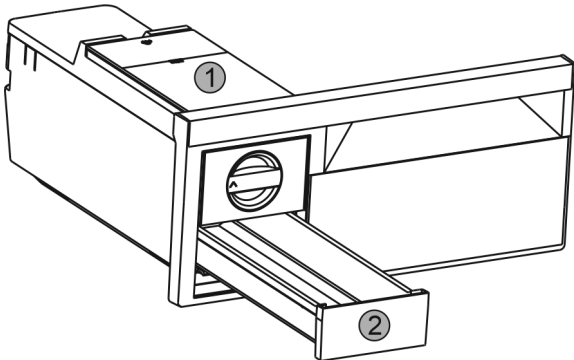

Fig. 37
- ▶ Scoateți rezervorul de apă Fig. 37 (1) și sertarul de cuburi de gheață Fig. 37 (2).